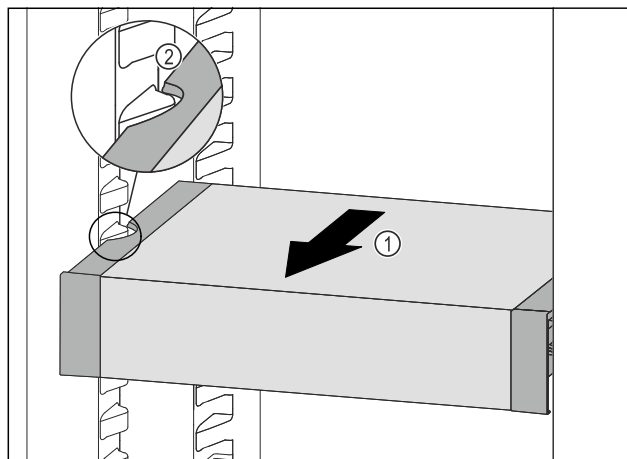

Fig. 128
- ▶ Tire del VarioSafe hacia delante Fig. 128 (1) hasta que los huecos laterales del VarioSafe se encuentren a la altura de la nervadura del recipiente en el compartimento del frigorífico. Fig. 128 (2)